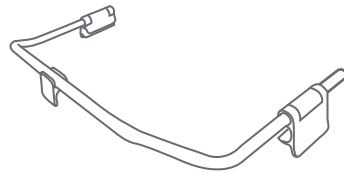

Fig. 7a
7) • To assemble the child seats: Guide the the frame with the plastic tab facing down (Fig. 7a) into the arm slots in the back of the seat. Insert the frame fully into the slot and repeat for the other side (Fig. 7b).
• **Para ensamblar los asientos para niños:** Guíe el marco con la pestaña de plástico hacia abajo (Fig. 7a) en las ranuras para los brazos en la parte posterior del asiento. Inserte el marco completamente en la ranura y repita para el otro lado (Fig. 7b).
NOTA: UTILICE AMBOS ASIENTOS AL MISMO TIEMPO (Fig. 7a).